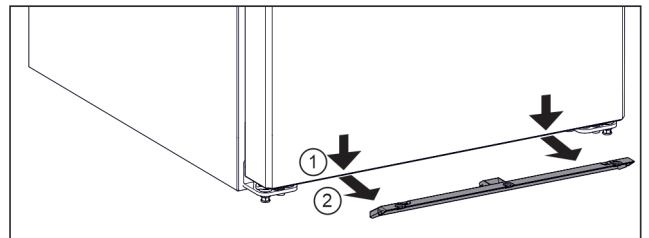

Fig. 5
- ▶ 向下拉防蚊遮板。 Fig. 5 (1)
- ▶ 向前取出防蚊遮板。 Fig. 5 (2)